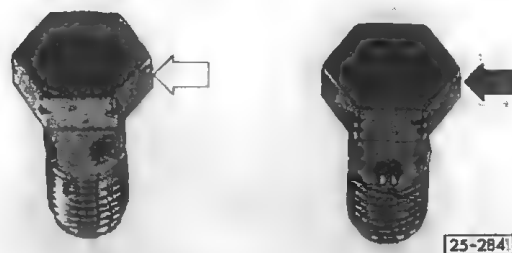

Fig. 2 Remplacement de la soupape antiretour du filtre à carburant
- Remplacer la pompe de préalimentation — fig. 2